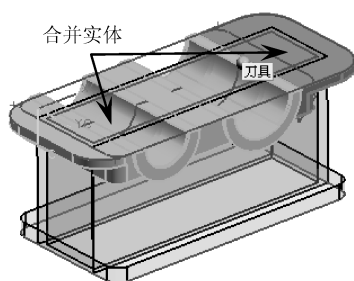

图 4-101 合并实体
- 09 使用【合并】工具，将拆分后的几个实体合并，如图 4-101 所示。